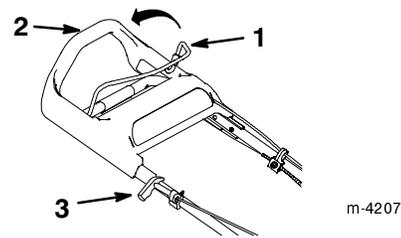

Bild 10
3. Halten Sie die Steuerstange gegen den oberen Handgriff gedrückt (Bild 10).
- A. Ziehen Sie leicht am Startergriff, bis Sie einen Widerstand spüren. Ziehen Sie ihn dann kräftig durch (Bild 10).